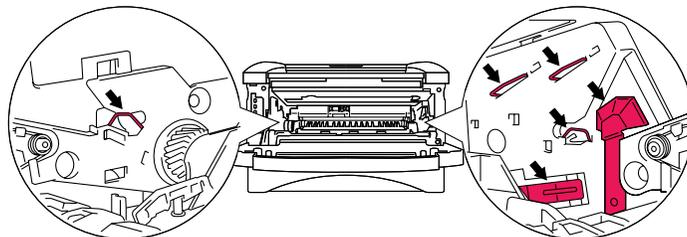

Figura 5-4
- Para evitar que se produzcan daños en la impresora por electricidad estática, no toque los electrodos que se muestran en la figura 5-4.